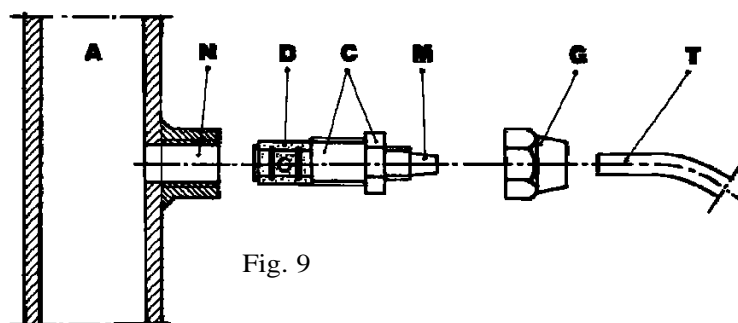

Fig. 9
h. Applicare sulla condotta dell'impianto da trattare, nel punto più idoneo per effettuare l'iniezione del prodotto da dosare, un raccordo da 3/8" gas femmina. Tale raccordo è escluso dalla fornitura. Avvitare la valvola di iniezione nel raccordo utilizzando come guarnizione del Nastro Teflon® (Fig. 9.) Connettere il tubetto all'attacco conico della valvola d'iniezione e bloccarlo con l'apposita ghiera G. La valvola di iniezione è anche valvola di non ritorno.
| (fig.9) | |